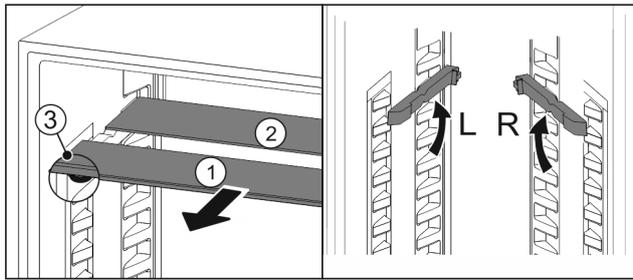

Fig. 31
- ▶ Retire las planchas de cristal individualmente hacia delante Fig. 31 (1).
- ▷ La placa de vidrio Fig. 31 (1) con moldura está situada delante.
- ▷ Los topes Fig. 31 (3) miran hacia abajo.